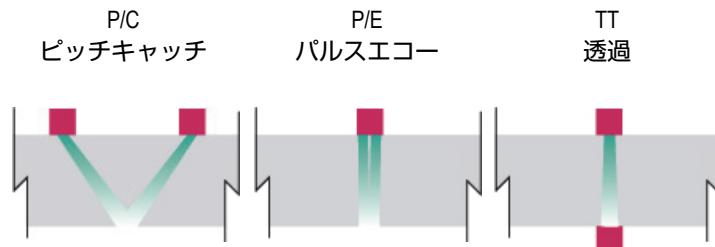

図 6-1 送信 / 受信モードの選択
2. **UT 設定 > パルサー > Tx/Rx モード**一覧で、170 ページの図 6-1 にある使用する送信 / 受信モードを選択します。